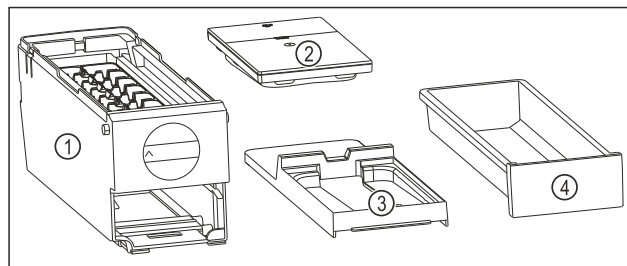

Fig. 190 Bestanddelen van de EasyTwist-Ice
- EasyTwist-Ice is in vier delen gedemonteerd. (zie Fig. 190)
- EasyTwist-Ice alleen in afgebeelde bestanddelen demonteren. (zie Fig. 190)
- EasyTwist-Ice-corpus Fig. 190 (1) als geheel reinigen.